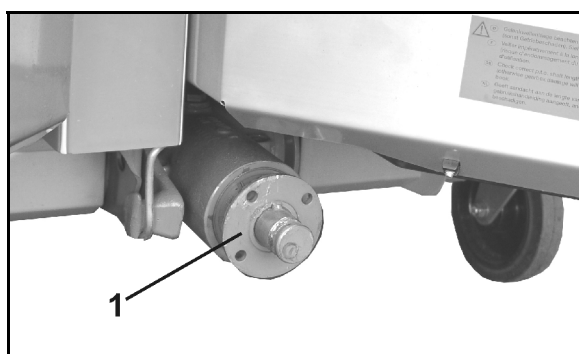

図 37
1. フランジブッシュ (図 37/1) を引き抜き用具でギアボックス入力軸から引き抜きます。